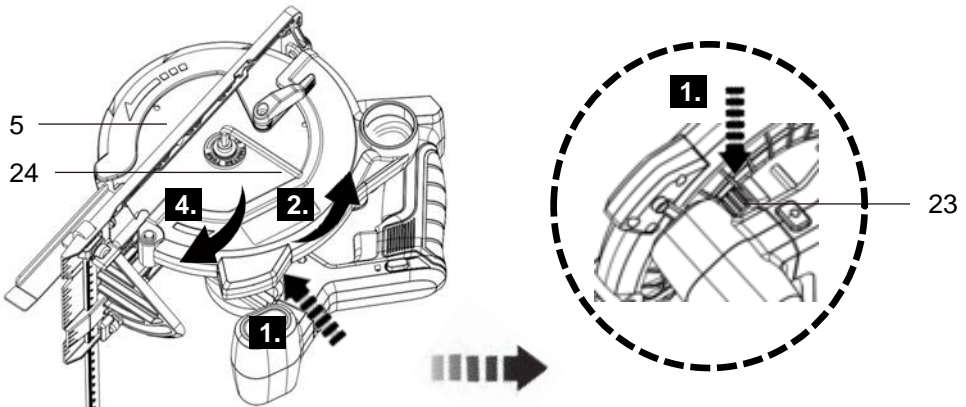
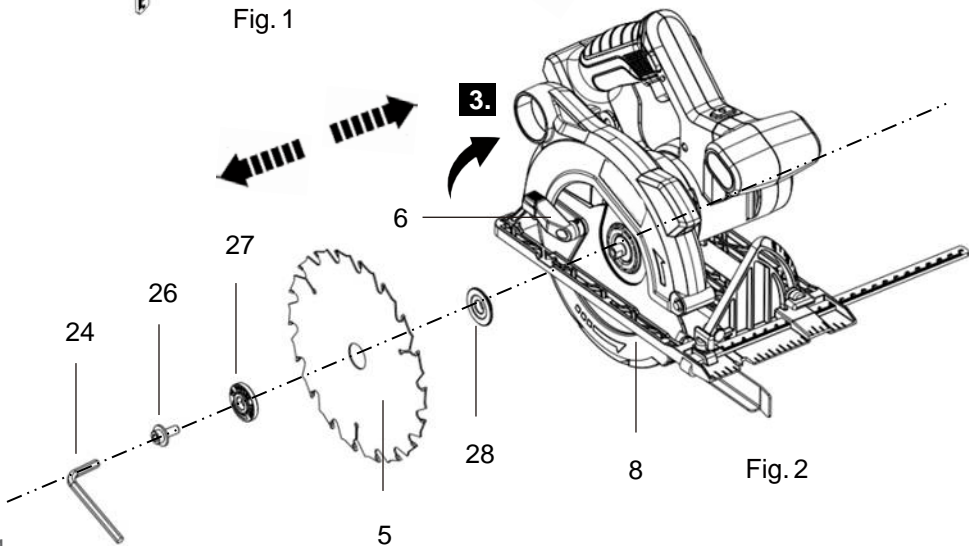

Fig. 1
Fig. 2
2. Bloqueie o veio pressionando o botão de bloqueio do veio (23) (Fig. 1, passo 1) e desaperte o perno sextavado (26) girando-o para a esquerda com a chave sextavada (24) (Fig. 1, passo 2).
3. Retire o perno sextavado (26) e o flange de aperto (27) do veio. Não retire o flange de apoio (28).
4. Abra completamente o protetor inferior (8) movendo a alavanca retrátil do protetor inferior (6) para a frente e mantendo-a nessa posição enquanto retira a lâmina da serra (5) do veio (Fig. 2, passo 3).
5. Ponha a lâmina da serra de lado e mova com cuidado a alavanca retrátil do protetor inferior (6) de volta à sua posição inicial para fechar o protetor inferior (8).
6. Limpe a poeira do perno sextavado (26), do flange de aperto (27) e também do veio e do seu interior.
7. Abra completamente o protetor inferior (8) deslocando a alavanca retrátil do protetor inferior (6) para a frente e mantenha-a nessa posição enquanto coloca uma lâmina da serra nova no veio (Fig. 2, passo 3). Certifique-se que a direção de rotação indicada na lâmina da serra é a mesma que a indicada no invólucro.
8. Mova com cuidado a alavanca retrátil do protetor inferior (6) de volta à sua posição inicial para fechar o protetor inferior (8).
9. Fixe a lâmina da serra com o flange de aperto (27) e o perno sextavado (26). Bloqueie o veio pressionando o botão de bloqueio do veio (23) (Fig. 1, passo 1). Aperte o perno sextavado (26) girando-o para a direita com a chave sextavada (24) (Fig. 1, passo 4).